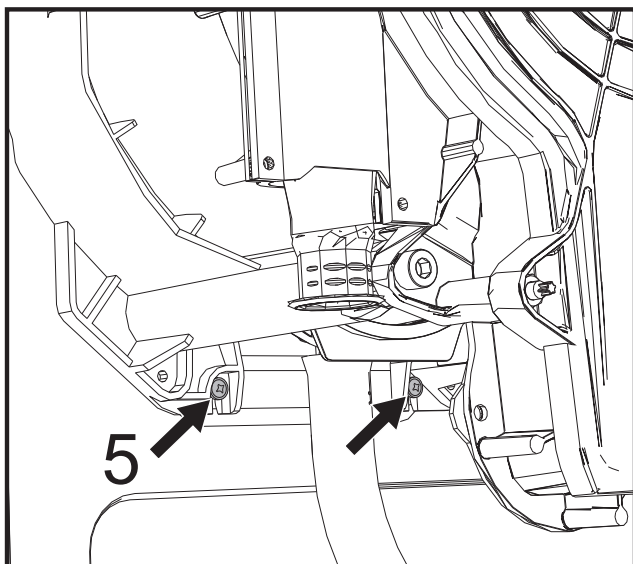

рис. 64
- Ослабьте 2 **нижних** винта "5", служащих для крепления теплообменника к раме (рис. 64)